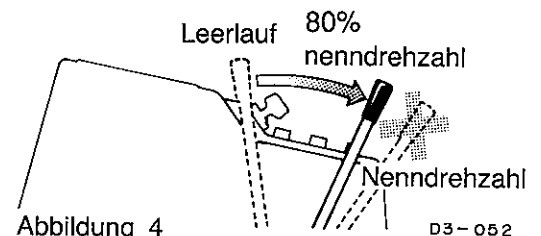

Abbildung 4
5. Nach dem Erreichen der Betriebstemperatur, regeln Sie mit dem Gashebel die Motordrehzahl auf etwa 80% der Nenndrehzahl ein. Beginnen Sie erst dann mit der Arbeit. (Siehe Abbildung 4.)